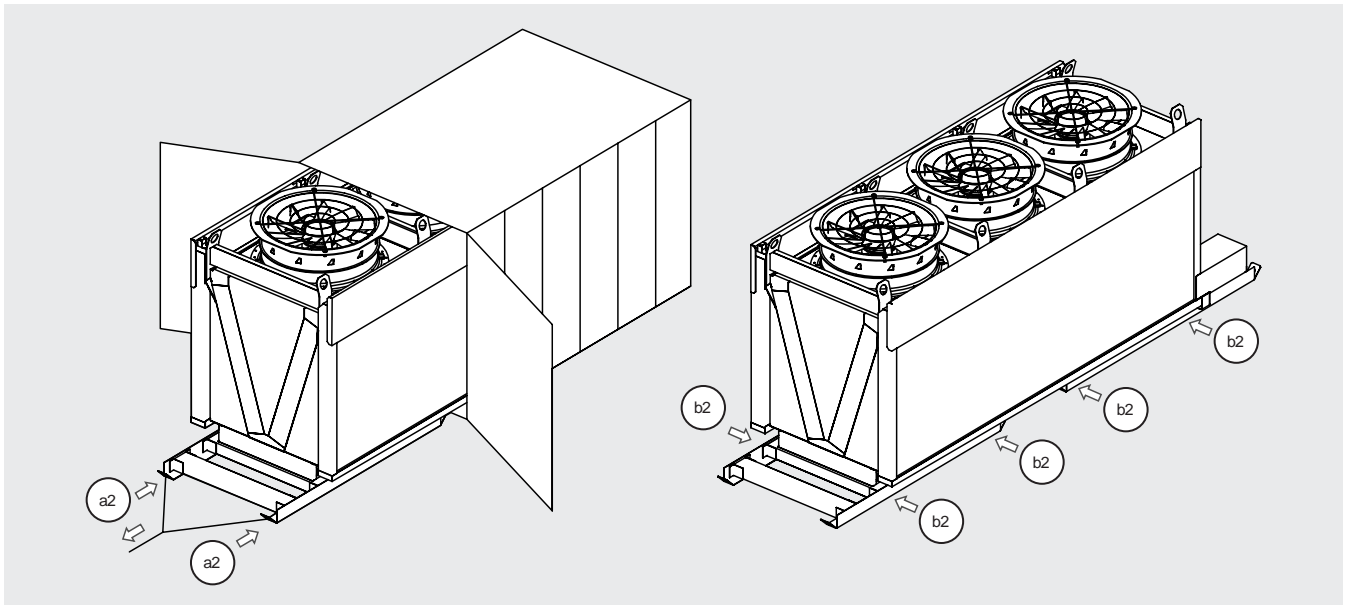

Figura 7
- 5.11 Si el modelo está embalado en un contenedor, opción disponible solo para modelos con 1 fila de ventiladores, utilice los dos cáncamos (a2) para sacar el modelo. Tire despacio y sin tirones. Utilice una carretilla elevadora (colocada a un lado) o un equivalente para sacar el modelo del contenedor. Desenrosque los tornillos (b2) para liberar la corredera. Ver la Figura 7.